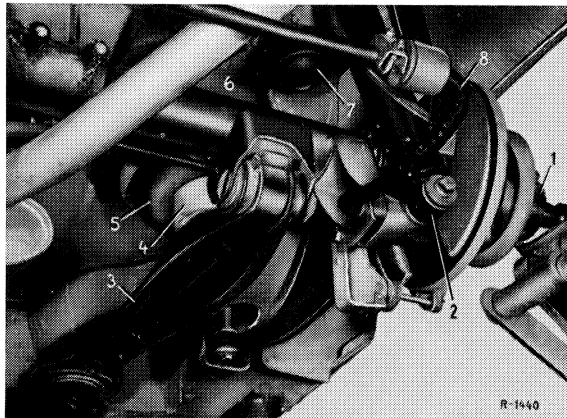

Bild 32-12/5
1. Verbindungsstange des hinteren Niveau-Regelventils aushängen. Hierzu Kugelbolzen vom Hebel am Drehstab abschrauben (Bild 32-12/6).
2. Beide Tragrohre anheben und in etwa horizontale Lage bringen (Bild 32-12/5).